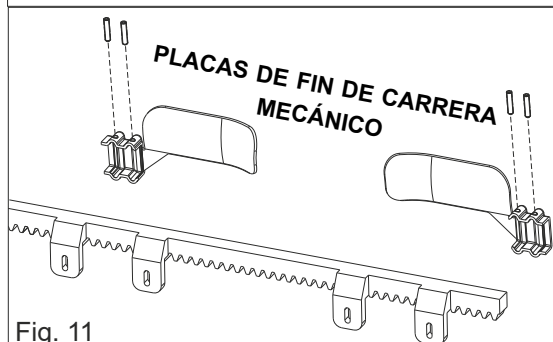
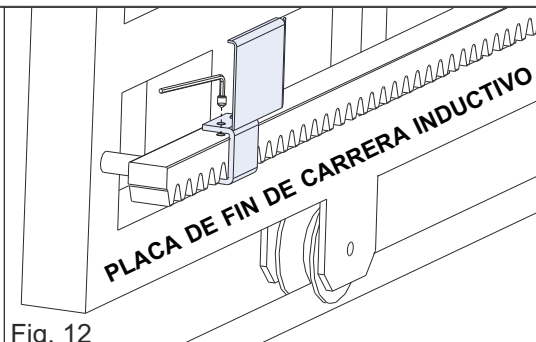
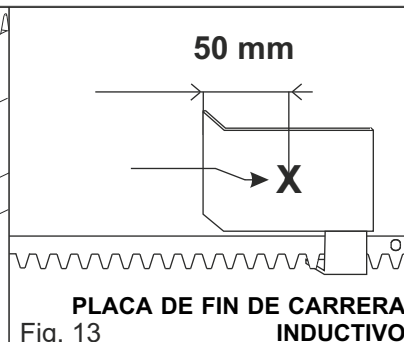
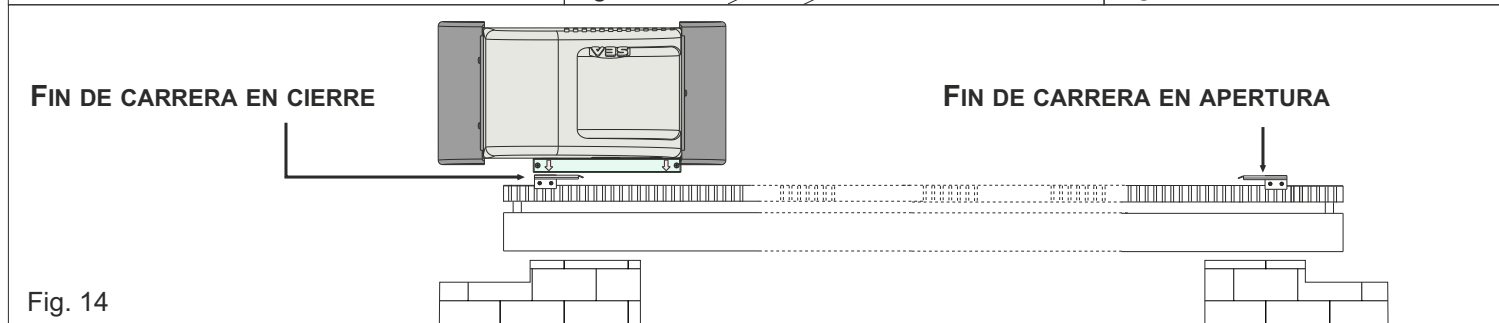

Fig. 11
Fig. 12
Fig. 13
Fig. 14
- **FINAL DE CARRERA MECÁNICO:** posicionar la placa (Fig. 11) en la cremallera según la posición deseada de final de carrera (Fig. 14); fijar la placa en la cremallera con los tornillos suministrados.
- **FINAL DE CARRERA INDUCTIVO:** posicionar la placa (Fig. 12) en la cremallera según la posición deseada de final de carrera (Fig. 14); fijar la placa en la cremallera con los tornillos suministrados. Llevar la placa de apertura del dispositivo de fin de carrera inductivo (indicada por una flecha en el dispositivo a bordo del operador) en correspondencia con el punto «X» de la placa (50 mm del lado doblado de la placa - Fig. 13).
- **FINAL DE CARRERA MECÁNICO:** posicionar la placa (Fig. 11) en la cremallera según la posición deseada de
final de carrera (Fig. 14); fijar la placa en la cremallera con los tornillos suministrados.
- **FINAL DE CARRERA INDUCTIVO:** posicionar la placa (Fig. 12) en la cremallera según la posición deseada de final de carrera (Fig. 14); fijar la placa en la cremallera con los tornillos suministrados. Llevar la placa de cierre del dispositivo de fin de carrera inductivo (indicada por una flecha en el dispositivo a bordo del operador) en correspondencia con el punto «X» de la placa (50 mm del lado doblado de la placa - Fig. 13).